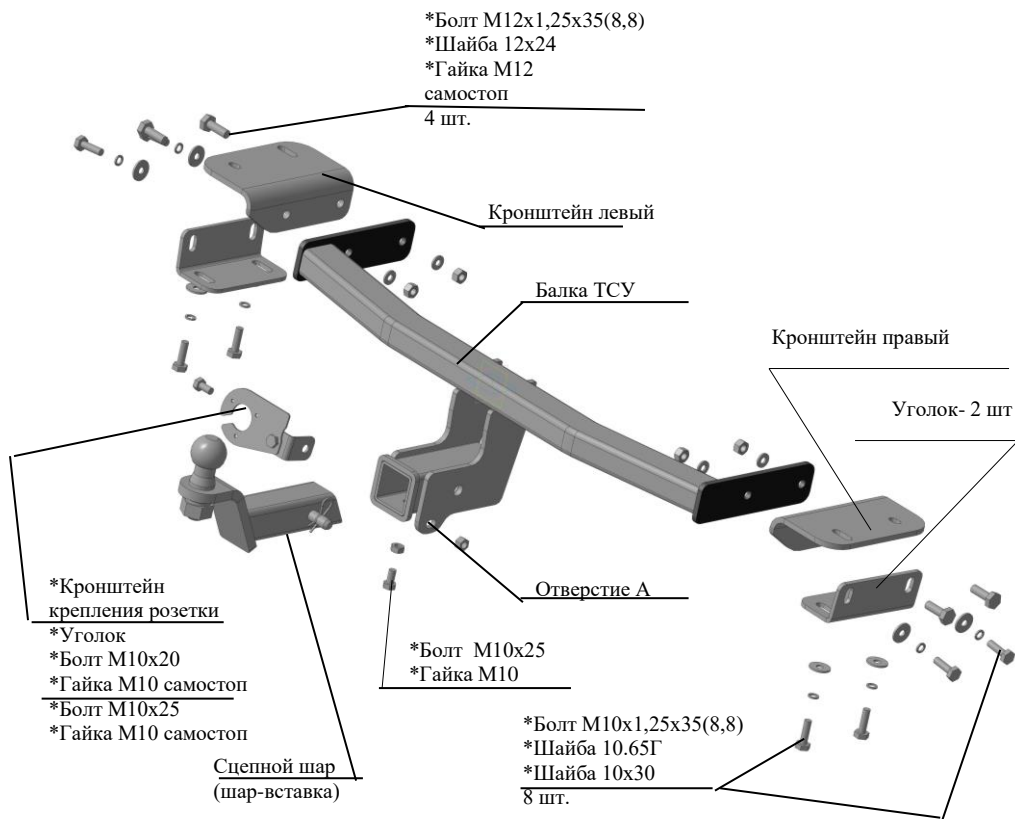

Рис.1 Тягово-сцепное устройство ТСУ 7311 .
2.1 ТСУ 7311 в сборе (рис.1)	1 шт.
2.2 Пакет с комплектующими (см. рис.1)	1 шт.